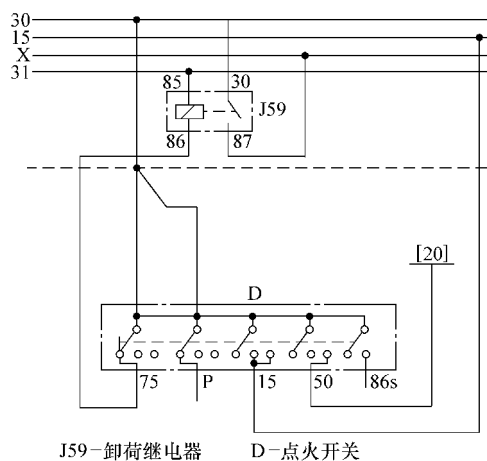

图 1-7 大众汽车电源电路
(1) 接点标记具有固定的含义 在电路图中经常遇到接点标记的数字及字母,它们都具有固定的含义。如图 1-7 所示,大众系列轿车电气线路的电源正极分成“30”“15”“X”三路电源线,标有“31”字样的导线为搭铁线。